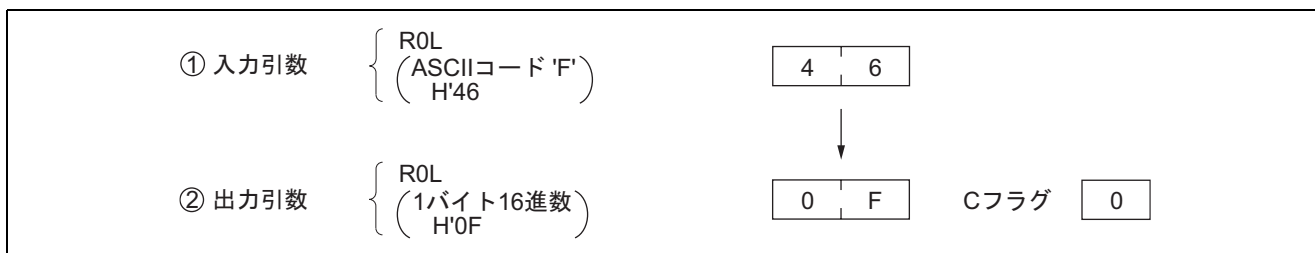

図 7-1 ソフトウェア NIBBLE の実行例
(2) 図 7-1 にソフトウェア NIBBLE の実行例を示します。入力引数を のように設定すると、 のように、1 バイトの 16 進数に変換したデータ (H'0F) を R0L に設定します。